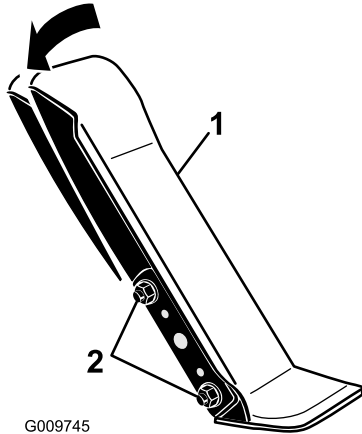

Figure 90
1. Desserrez les 2 écrous et boulons qui fixent le côté gauche de la pédale de déplacement au support (Figure 90).
2. Faites pivoter la pédale à l'angle voulu puis serrez les écrous (Figure 90).